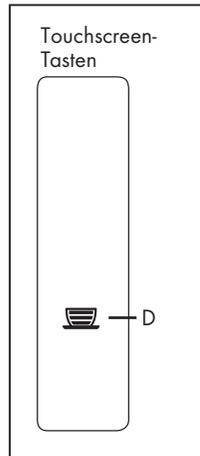

Abb. 8
- Das Gerät einschalten und innerhalb einer Sekunde die Taste ☕ (D) (Abb. 8) 3 Sekunden lang drücken.
- Das Gerät über die Taste (2) ausschalten, um die Programmierung zu speichern und den Programmierungsmodus zu beenden.